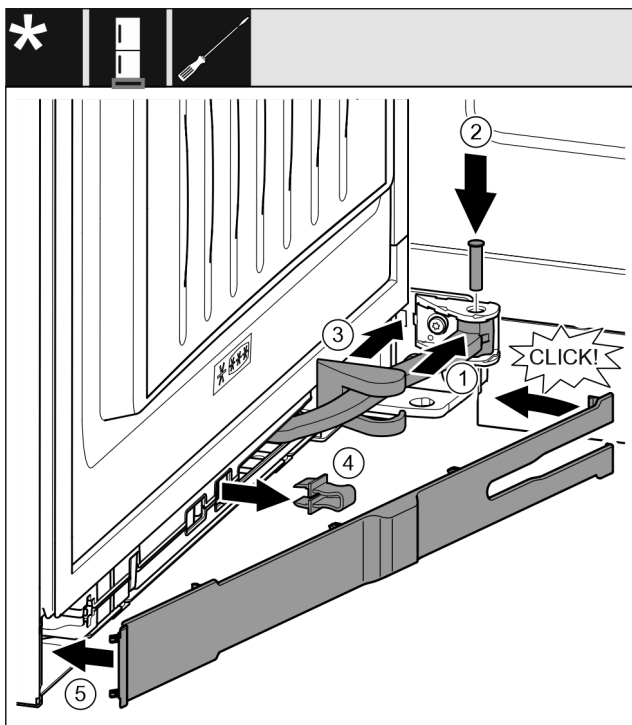

Fig. 67
- ▶ Otočte kloub Fig. 67 (1) v závěsu.
- ▶ Šroubovákem vložte čep Fig. 67 (2) do závěsu a kloubu. Přitom dávejte pozor, aby byla zajišťovací vačka správně usazena v drážce.
- ▶ Posuňte kryt stojanu ložiska Fig. 67 (3) podél kloubu a namontujte nad závěsem.
- ▶ Pojistku Fig. 67 (4) vytáhněte.
- ▶ Záslepku Fig. 67 (5) na straně madla nasadte a sklopte.